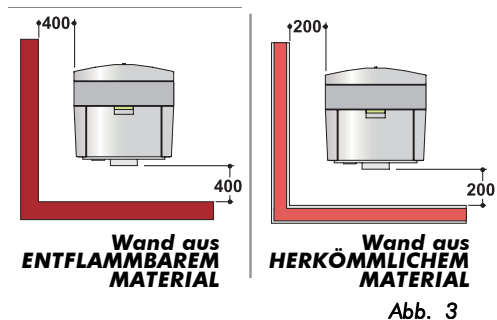

Abb. 3
• Beachten Sie die vorgeschriebenen Abstände des Pellet-Kaminheizofens zu den Raumwänden (**Abb. 3**).